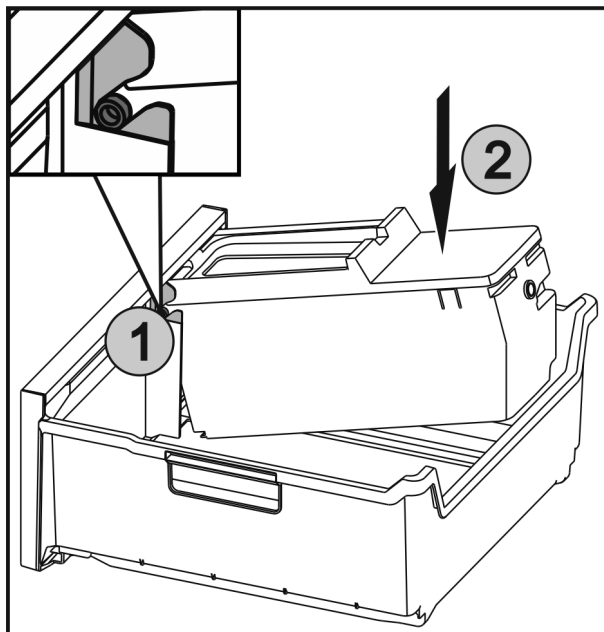

Fig. 57
- ▶ Zasuňte osy Fig. 57 (1) na EasyTwist-Ice do vedení a zatlačte zadní stranu Fig. 57 (2) tak, aby západka zaklapla.